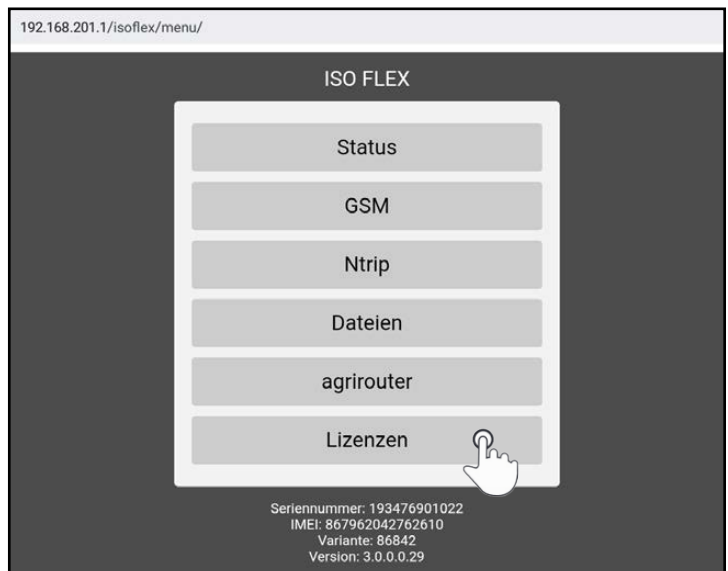

Abb. 161: Punkt „Lizenzen“ im Konfigurations-Menü des ISO FLEX aufrufen
7. Tippen Sie auf der Startseite des Konfigurations-Menüs den Punkt „Lizenzen“ an (siehe Abb. 161).